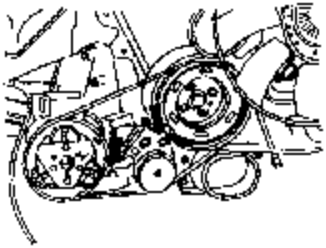

图 2-12 拆卸空调压缩机的多楔带
(12) 拧下制冷剂管道的固定夹，拆下空调压缩机。拧下空调压缩机多楔带张紧器的固定螺栓，拆下空调压缩机多楔带。如图 2-12 所示。